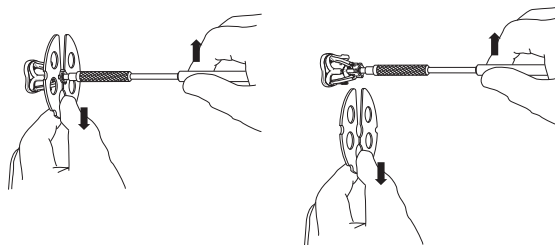

図12
4. クリップの縁を把持し、真下に引いてクリップを外します (図12)。クリップは廃棄します。